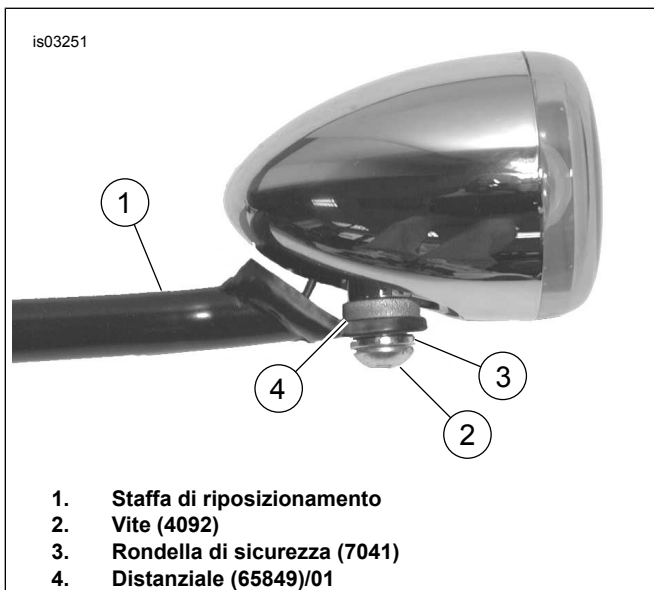

Figura 8. Installazione degli indicatori di direzione da 2-3/8 di pollice
2. Vedere Figura 8. Applicare Loctite 243 (blu) alle filettature della vite (2).
3. Installare l'indicatore di direzione sulla staffa di riposizionamento (1) usando la vite (2), la rondella di sicurezza (3) e il distanziale (4). Il distanziale dovrebbe essere montato tra la luce e la staffa di riposizionamento.